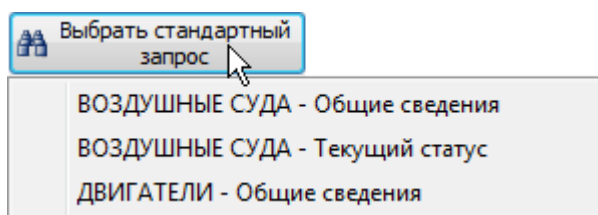

Рис. 7-51 – Выбрать стандартный запрос
4) Нажать кнопку «Выбрать стандартный запрос» и из раскрывшегося списка выбрать стандартный запрос (рис. 7-51). Параметры выбранного запроса будут загружены в новый запрос.